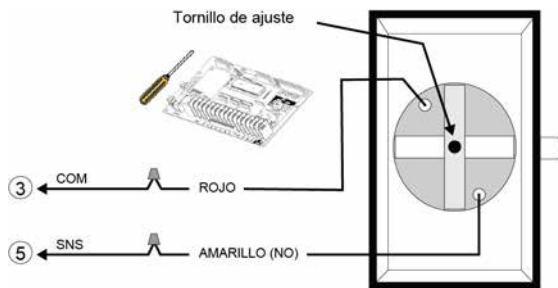
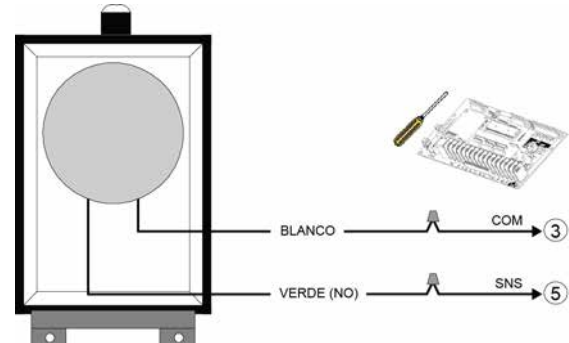

Figura 29 - AIRSWITCH 001 / 007
Figura 30 - AIRSWITCH 009 / 018
3. Utilizar un cable en espiral o carrete de recogida para conectar el interruptor de aire a los terminales del operador. Instalar los cables eléctricos de acuerdo con la Figura 29 o la Figura 30.